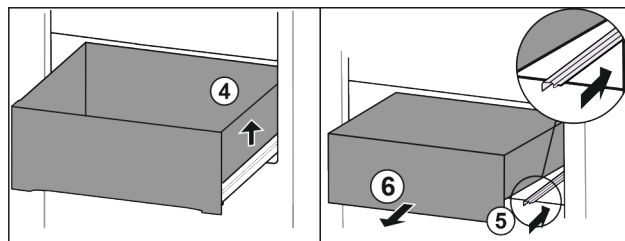

Fig. 182
- Ngrini lart sirtarin djathtas. Fig. 182 (4)
- Shtyni brenda shinën e djathtë. Fig. 182 (5)
- Hiqni sirtarin nga përpara. Fig. 182 (6)